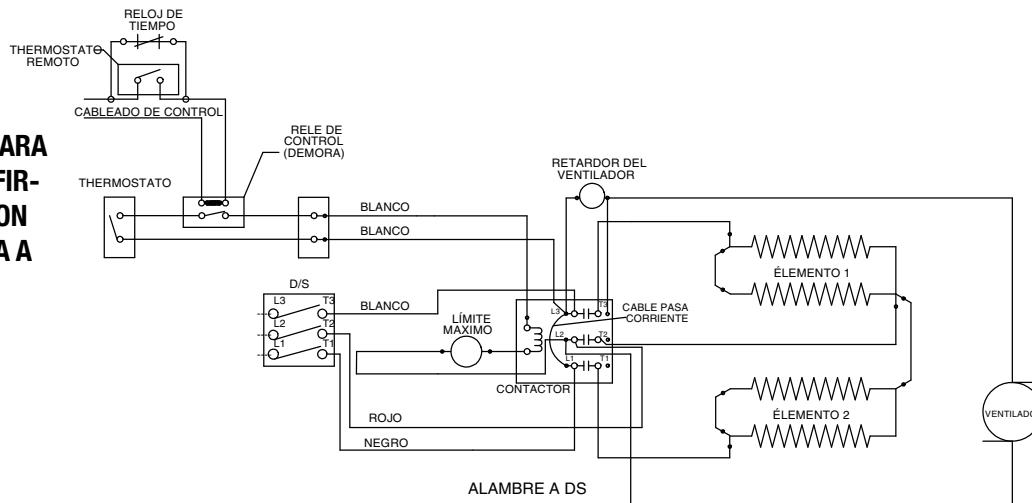

Figura 6
- Para una operación de "vuelta a cero" nocturna, refiérase al esquema eléctrico, Figura 6.